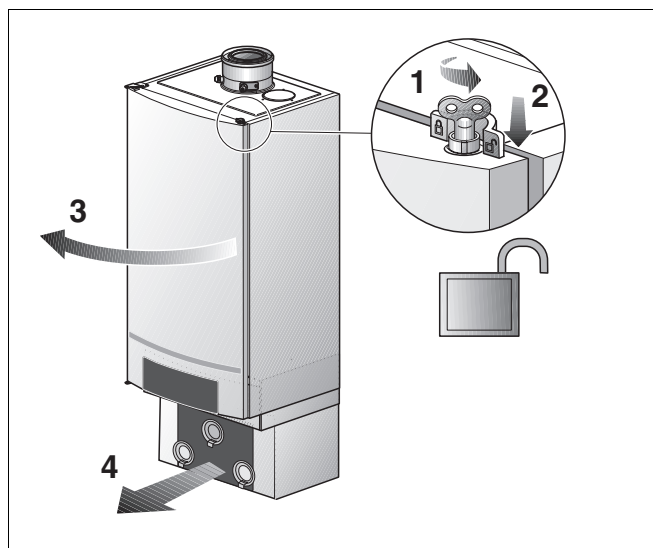

Рис. 104 Открытие двери котла
- Открыть замок котла ключом для удаления воздуха, повернув его на четверть оборота (рис. 104, лупа)
- Нажать запорное устройство вниз (рис. 104) и открыть дверь котла.